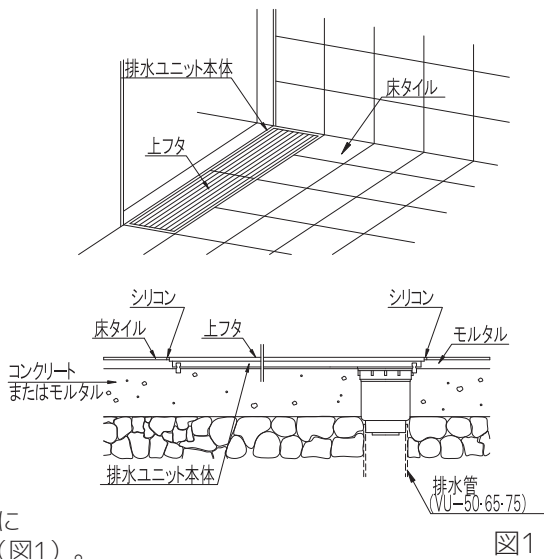

図1
(1) 排水トラップの取り付け
- ①排水ユニット本体にトラップを取り付けてください。
(2) 排水ユニットの取り付け
- ①排水ユニットを仮据えし、床仕上げ面の勾配に揃えてください。
- ②排水管の内面もしくは外面に接着剤を塗布し、排水ユニット（トラップ排水口）を落とし込んでください（図1）。
- ③アンカーをモルタルで固定、もしくは溶接にて固定してください。
- ④上フタを排水ユニット本体にセットしてからモルタルで固定してください。
(3) 床仕上げ
排水ユニット周囲と仕上げ材の間にある程度のすき間を設けるように床仕上げをおこない、すき間はシリコンでコーキングしてください（図1）。